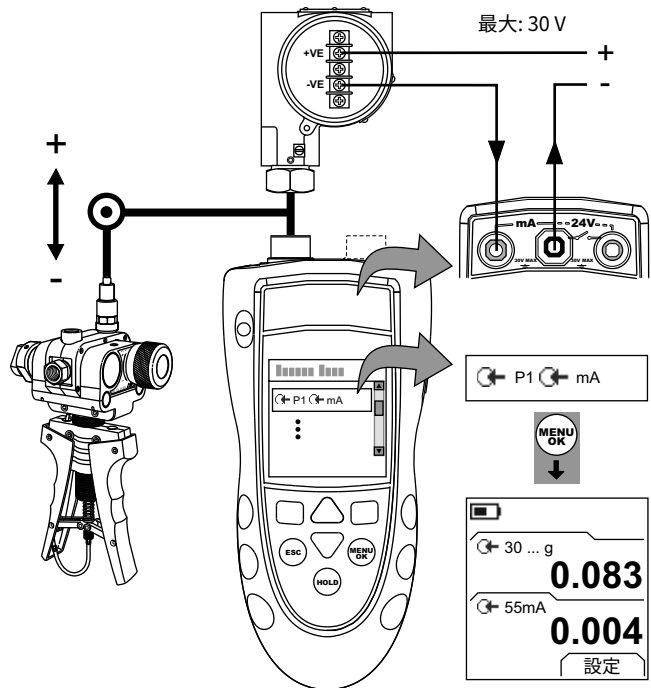
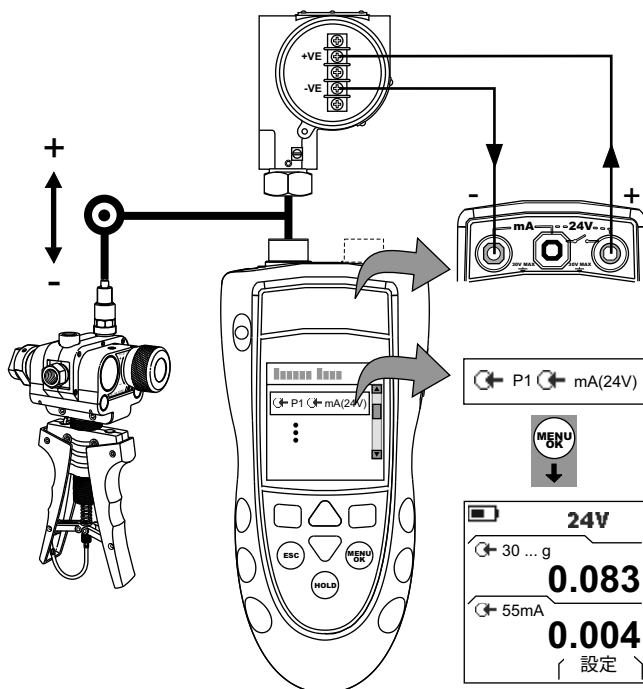

図 5: 構成例 - 外部ループ電源を使用したトランスミッタ校正
図 6: 構成例 - 内部ループ電源を使用したトランスミッタ校正
1. 本計器を接続し (図 5 または 図 6)、必要に応じて セット アップ (表 1) を調整します。